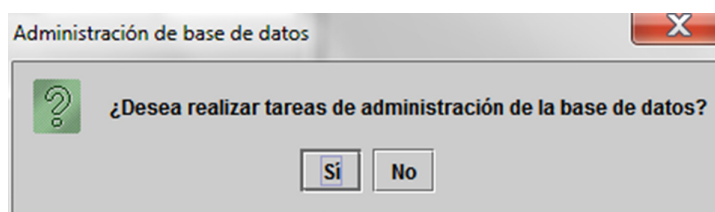
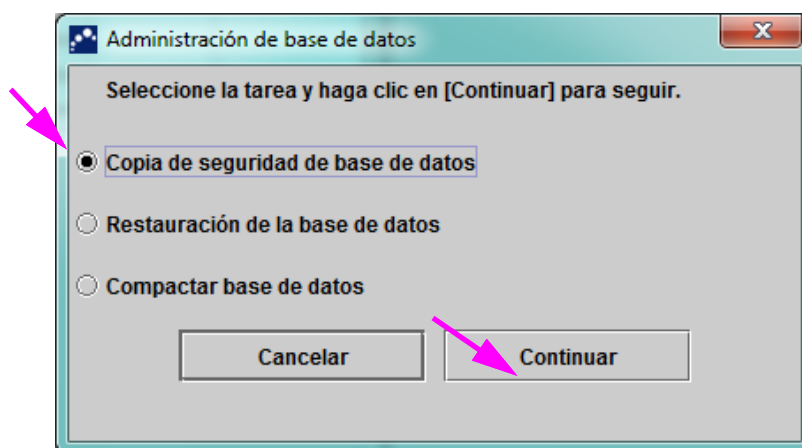

Figura 2-99. Cuadro de diálogo Administración de base de datos
Figura 2-100. Cuadro de diálogo Administración de base de datos
- Si no está seleccionada la casilla **Recordatorios de administración de la base de datos** en el cuadro de diálogo Configuración del sistema (consulte la figura 2-77), **no** se mostrará el cuadro de diálogo Administración de la base de datos (consulte la figura 2-99) y no será necesario realizar más acciones. El software se cerrará cuando se pulse el botón **Salir** en el Apartado 2.17.1, Apagado del sistema, paso 3, y puede pasar al Apartado 2.17.1.3, Pasos del apagado final para completar la secuencia de apagado.
- Si está seleccionada la casilla **Recordatorios de administración de la base de datos** en el cuadro de diálogo Configuración del sistema (consulte la figura 2-77), el cuadro de diálogo Administración de base de datos (consulte la figura 2-99) se mostrará sobre la ventana GeneXpert Dx System, con un mensaje que le presunta si desea realizar las tareas de administración de base de datos.
- A. Si hace clic en **No** en el cuadro de diálogo Administración de base de datos (consulte la figura 2-99), el software del GeneXpert Dx se cierra y puede continuar con el Apartado 2.17.1.3 para completar la secuencia de apagado.
- B. Si hace clic en **Sí** en el cuadro de diálogo Administración de base de datos (consulte la figura 2-99), se le pedirá que seleccione la tarea que se ejecutará (consulte la figura 2-100).
Según los privilegios del usuario, es posible que no se muestren todas o algunas de las cuatro opciones en el cuadro de diálogo Administración de base de datos. Consulte la figura 2-100.